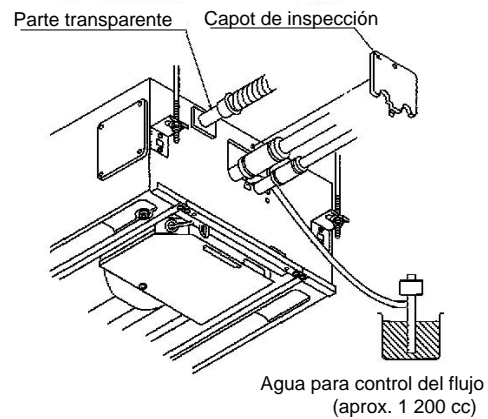

Fig. 3-31
4. Una vez realizado el control del flujo de condensados abra la espiga (CHK) y vuelva a poner el capuchón del tubo. (Fig. 3-31)
Para volver a colocar el capuchón del tubo, utilice tornillos 4 × 8 auto perforantes. (Fig. 3-31)